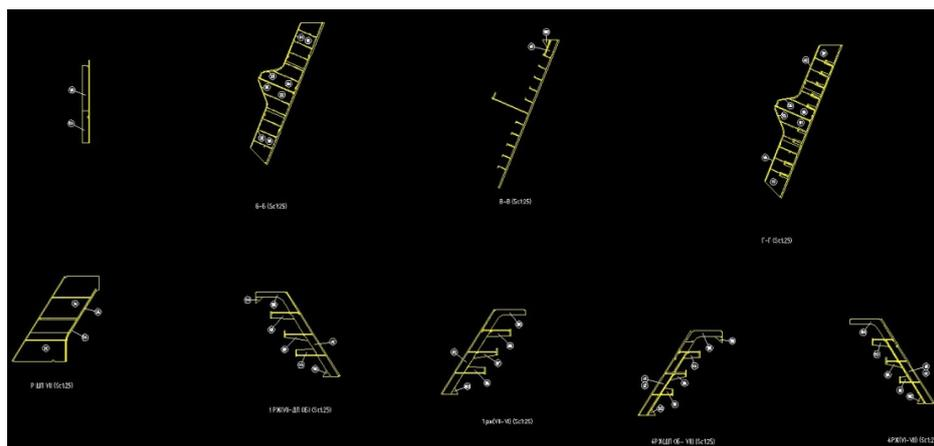

Рис. 1. - 2D чертежи полученные из 3D модели
- возможность экспортировать 2D чертежи, которые будут автоматически обновляться при внесении изменений в 3D модель (рис. 1).